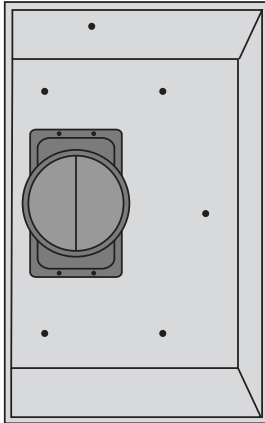

Figure 8
- Pour renforcer la structure, vissez les vis dans les trous prépercés sur le contour et le dessus de la hotte. (Voir les figures 8 et 9.)